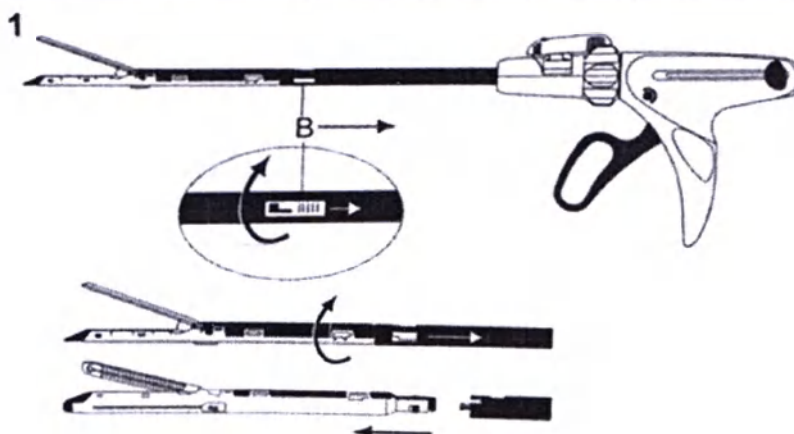

Рис. 4-1
4.1 Чтобы отсоединить загрузочное устройство от степлера линейного режущего эндоскопического (см. рис.4-1), убедитесь, что рычаг регулировки находится в нейтральном положении, бранша загрузочного устройства открыта, а черная рукоятка возврата полностью оттянута назад. Потяните кнопку отсоединения/разблокировки назад к степлеру и поверните загрузочное устройство на 45° против часовой стрелки. Снимите загрузочное устройство с рабочей части степлера (см. рис. 4-1 и 4-2).